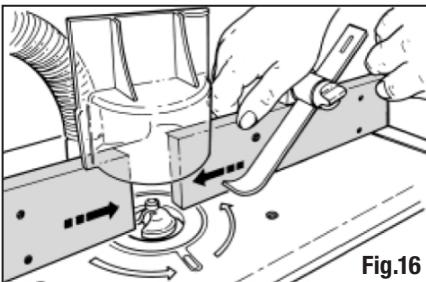

Fig.16
Zie Fig. 16
- Bij het gebruik van smalle frees bits of bij het werken op kleine componenten schuift u de MDF panelen naar elkaar toe tot ze het frees bit net niet raken. Dit geeft een maximale ondersteuning voor het werkstuk (Fig. 16).